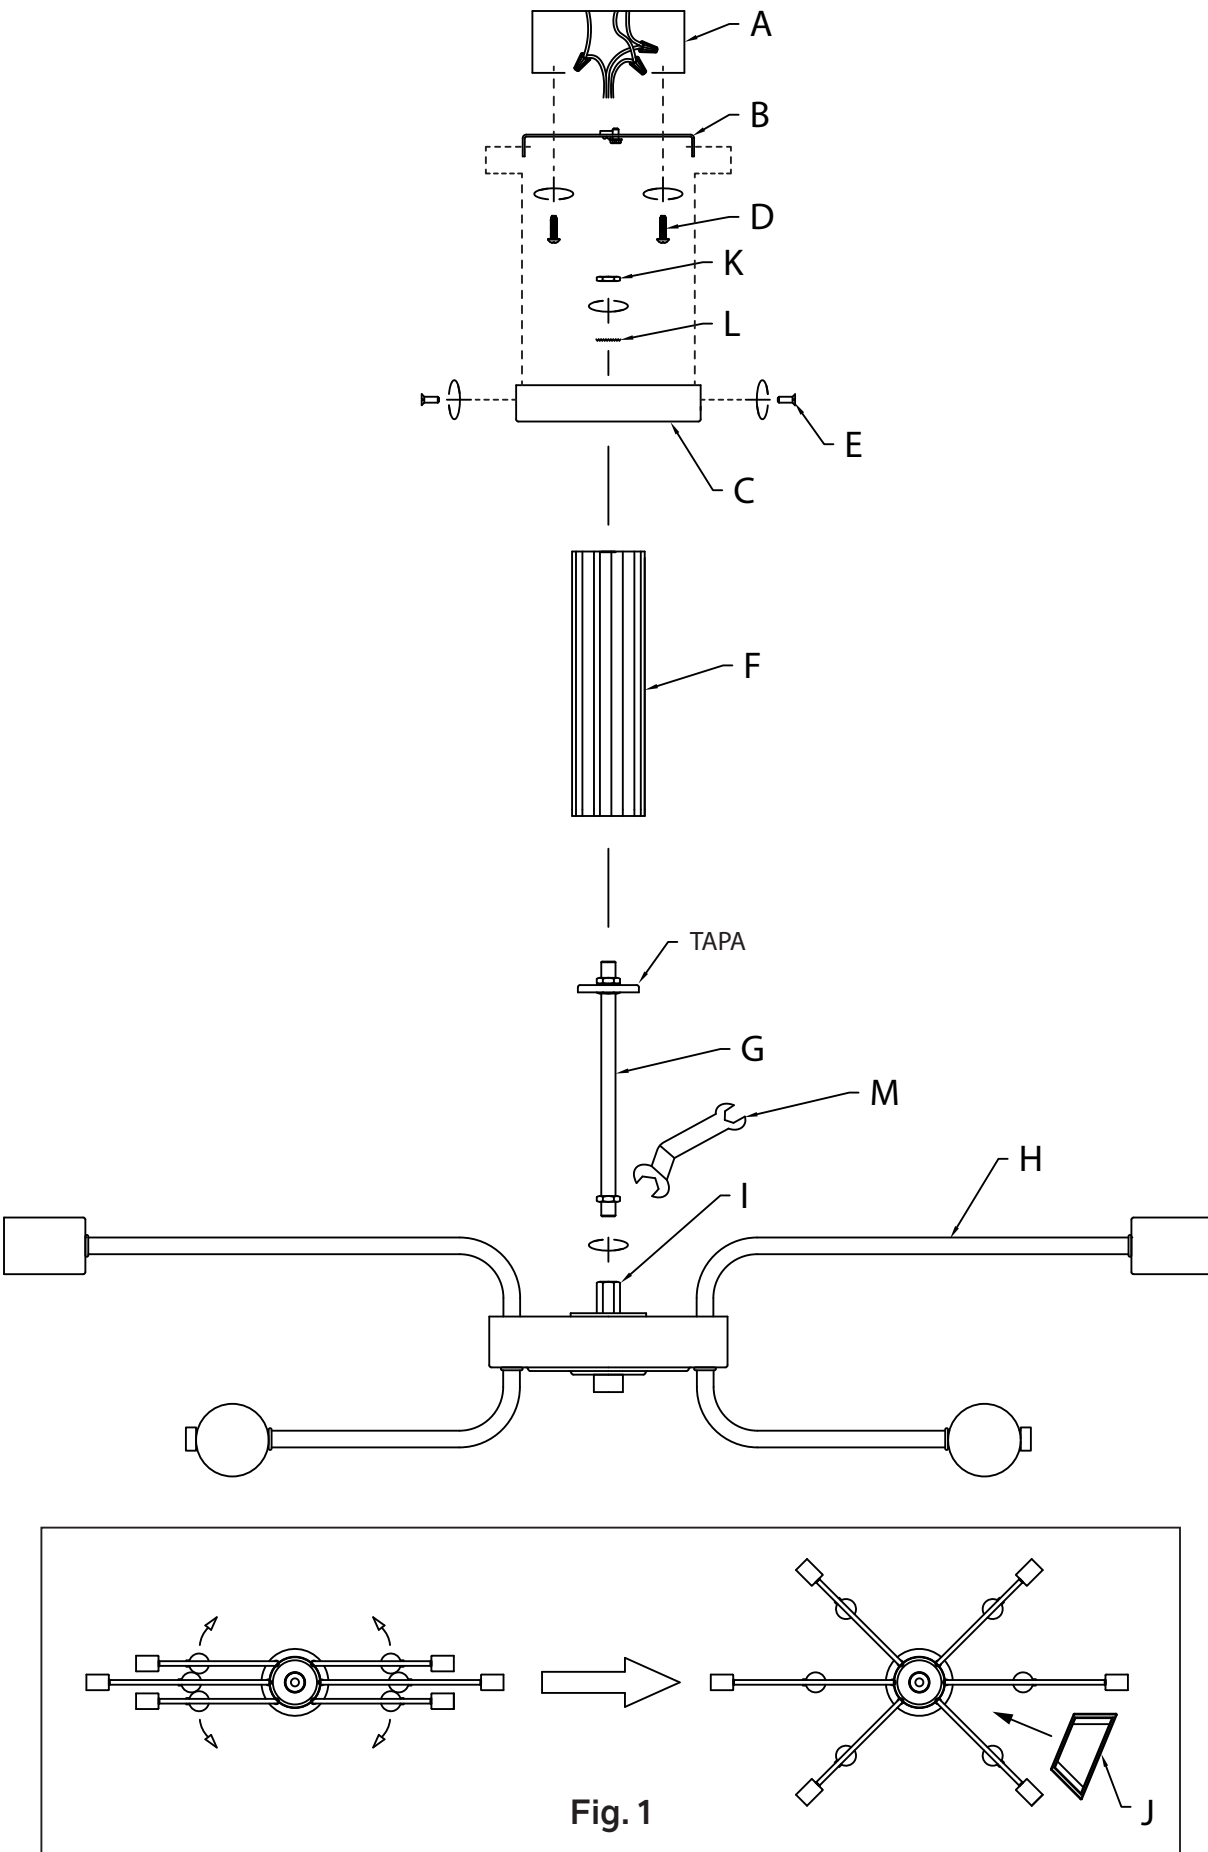

Fig. 1
- Gire los brazos del artefacto hasta su posición, tal como se muestra (Fig. 1).